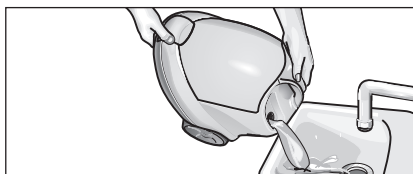

Fig. 13: Enjuague de la caldera
- Llene la caldera de agua y agítela fuertemente. De este modo, se desprenden las incrustaciones de cal que pudieran haberse acumulado en el fondo de la misma. Para verter el agua de la caldera, inclínela de forma que el agua salga por la boca de llenado de la esquina (véase la fig. 13).
- Vacíe la caldera completamente (véase la fig. 13).